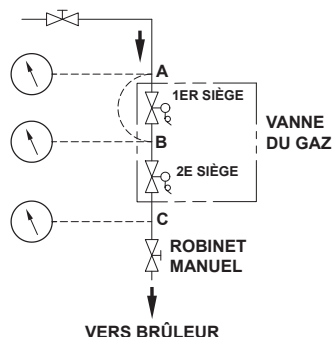

Figure 68. Essai d'étanchéité
la vanne de gaz et en amont du robinet d'arrêt manuel. Voir **Figure 68**.
- a. Fermez le robinet d'arrêt manuel situé en aval de la vanne de gaz. Voir **Figure 68**. Mettez la chaudière sous tension.